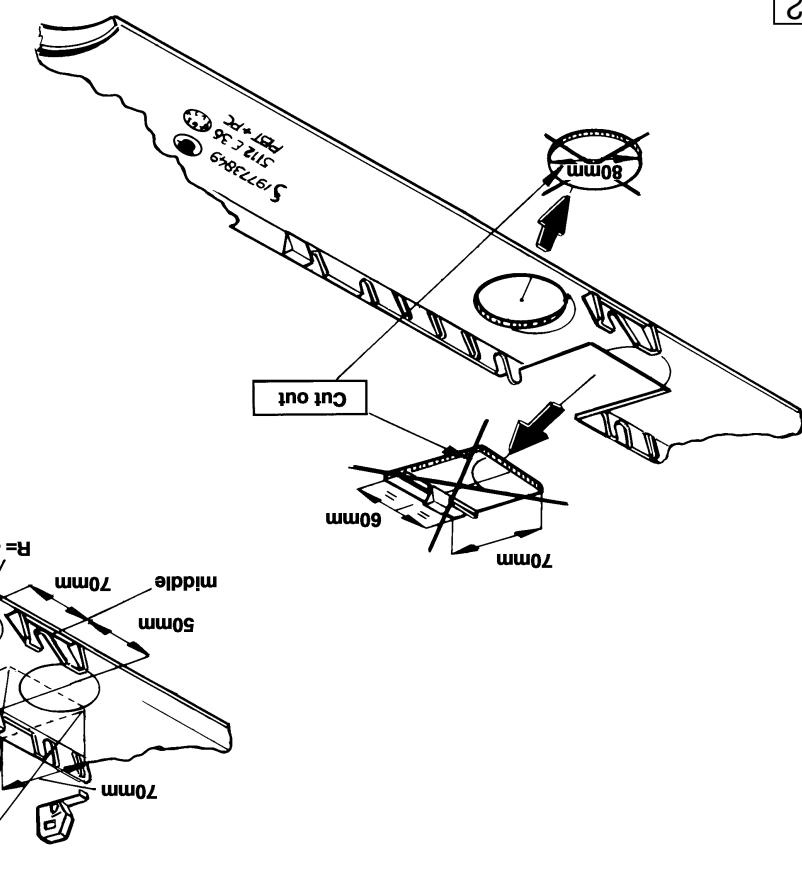
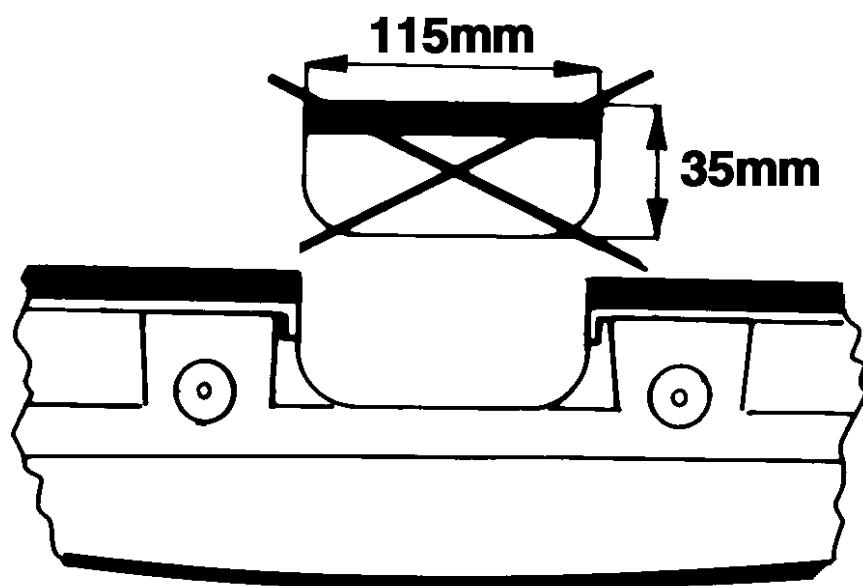

Fig. 2
fig. 1
5. Zagg een deel overeenkomstig fig. 1 t.p.v. de onderzijde uit het midden van de bumper. Zagg de deelen O en P overeenkomstig fig. 2 uit de platte bumper onder de bumper bevestigt. Draai alle bouten en moeren overeenkomstig de bumper bevestigt. Draai alle bouten M12x70/26.2 inklusief sluitringen en zelfdopgrendende moeren aan de trekhaak bevestigd.
5. Saw a section as shown in Figure 1 from the centre underside of the bumper. Saw out parts O and P, as shown in Figure 2, from the plate under the bumper. Replace parts removed in Point 1. The ball hitch is fixed to the towbar with two M12x70/26.2 bolts with lock washers and self-locking nuts.
5. Einem Teil gemäß Fig. 1 an der Unterseite aus der Mitte des Stoßstange
- Såga en del enligt fig. 1 ur stötfångarens mitt (på undersidan). Såga delarna O och P ur plåten som befinner sig under stötfångaren. Se fig. 2. Dra åt alla bultar och muttrar enligt tabellen och sätt tillbaka de delar som avlägsnades under punkt 1. Kulstången monteras vid dragkroken med två bultar M12x70/26.2 inklusive förslutningsringar och självlåsanade muttrar.
- Sav et stykke af undersiden midt på kofangeren ifølge tegningen. Sav delene O og P ud af pladen under kofangeren ifølge fig.2. Spænd alle bolte og møtrikker ifølge tabellen og monter de dele, som blev fjernet under punkt 1. Kuglestangen monteres på anhængertrækket med to bolte M12x70/26.2, inklusiv planskiver og selvlåsende møtrikker.